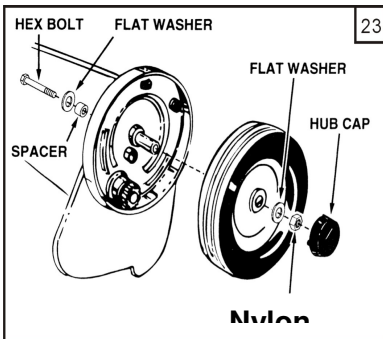

Abbildung 23:
6. (Abbildung 23) Alle zwei Jahre, die Räder abmontieren und das Getriebe im Ruderhaus komplett reinigen. Nach dem Reinigen schmieren vom Getriebe mit einer Schicht aus leichtem Fett. Das Rad können entfernt werden durch Entfernen der Radkappe, Kontermutter und Unterlegscheibe.